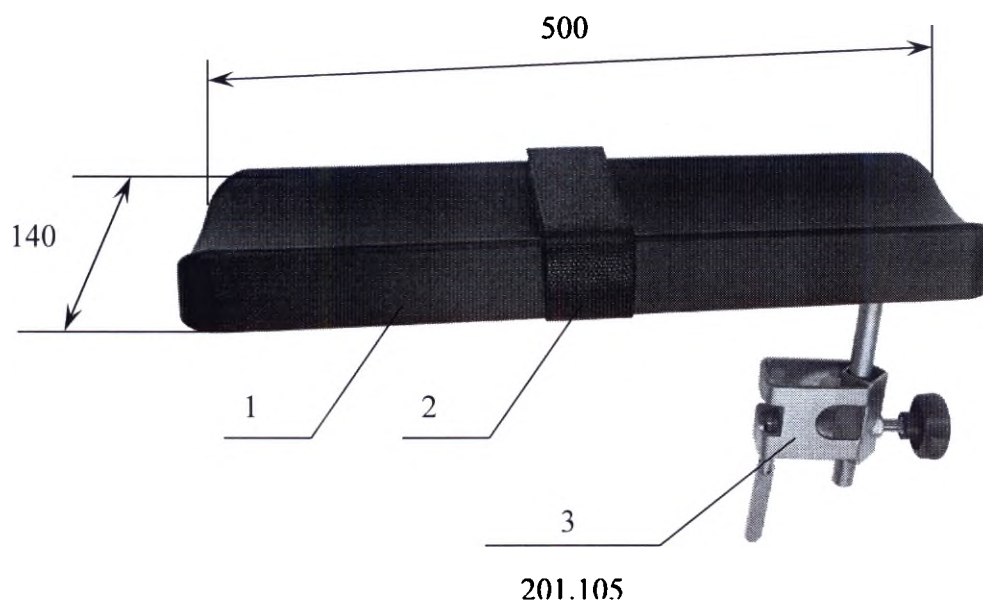

Рисунок 3. Столик для инъекций.
3. Столик для инъекций (опора для руки) (Рисунок 3). Профилированное ложе 1 из литого пенополиуретана, нержавеющие монтажные элементы. Регулируется по высоте и поворачивается вокруг вертикальной оси. Оснащен зажимом 201.105 и фиксирующим ремнем. Максимальная допустимая нагрузка – 15 кг.